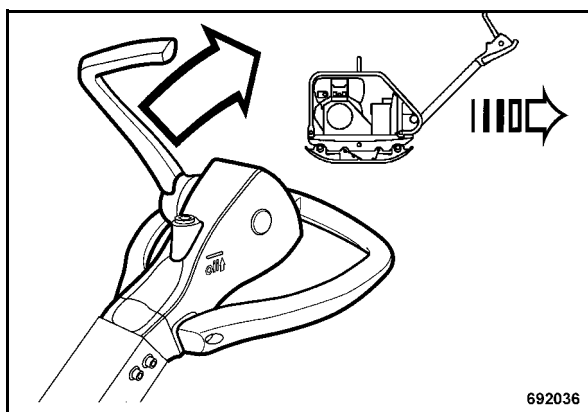

Fig. 20
- Tirar la palanca de marcha (Fig. 20) hacia atrás hasta la bandeja vibradora haya alcanzado la deseada velocidad de marcha hacia atrás.